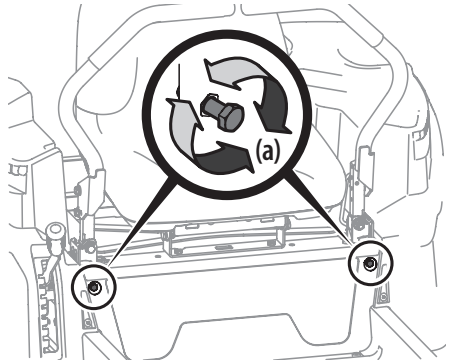

Figura 41
- Ubique los pernos del ajuste de detención de las palancas de control de la transmisión de barras de seguridad (a) que están en el frente del marco del asiento. Consulte la Figura 41.
- Para reducir la velocidad de avance, gire los pernos del ajuste de detención de las palancas de control de la transmisión de barras de seguridad (a) en el sentido de las agujas del reloj. Para incrementar la velocidad de marcha hacia adelante, gire los pernos de ajuste de detención de las palancas de control de la transmisión de barras de seguridad (a) en el sentido contrario a las agujas del reloj. Gire los pernos de ajuste de detención de las palancas de control de la transmisión de barras de seguridad (a) en la dirección necesaria 1/4 de giro por vez. Después de girar los pernos de ajuste de detención de las palancas de control de la transmisión de barras de seguridad (a), compruebe el ajuste manejando el tractor. Consulte la Figura 41.